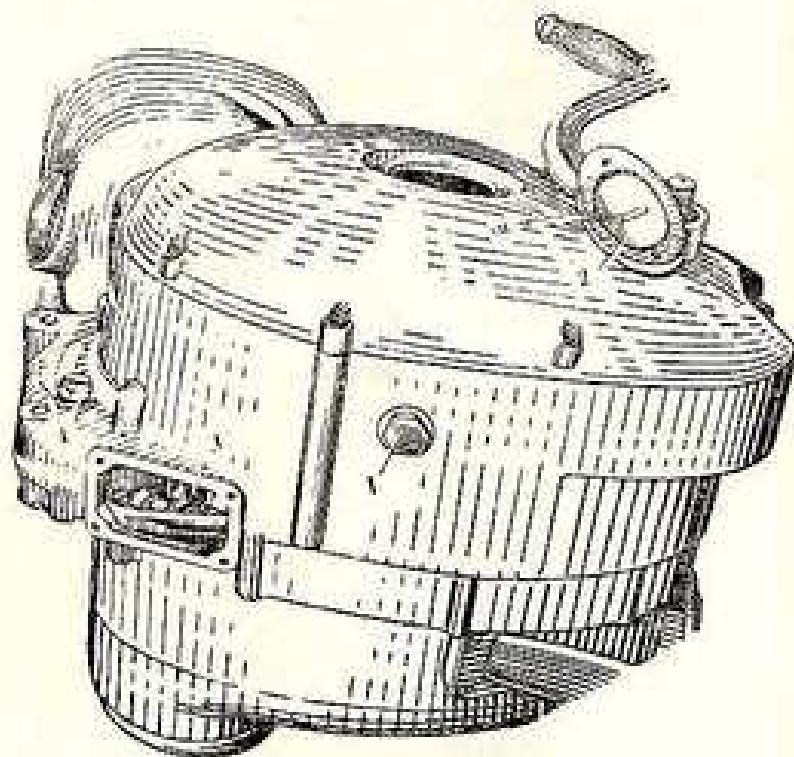

Рис. 10. ВИД ДВИГАТЕЛЯ СНИЗУ:
5. Снять крышку люка маховика (рис. 10), слить масло из полости, ослабить стяжной болт выносного маховика.
ного количества масла и своевременной его заменой. Уровень масла должен соответствовать верхней метке на щупе, который крепится к крышке люка регулировки сцепления (рис. 10).